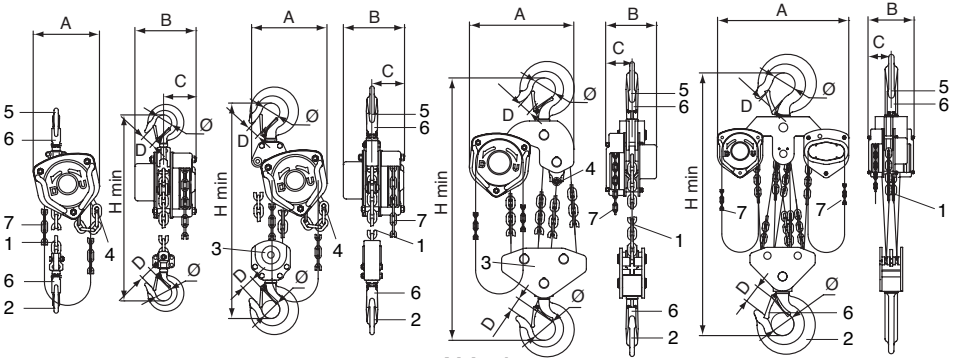
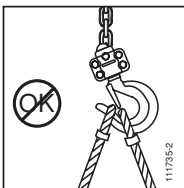

Abb. 1
Abb. 2
Der tralift™-Flaschenzug wird mit einer Lastkette (Pos. 1, Abb. 1) und einer Handkette (Pos. 7, Abb. 1) für eine Standardhubhöhe von 3 Metern geliefert.
Die Lastkette besteht aus einem oder mehreren Kettensträngen (siehe Kap. 2 technische Daten) mit einem Lasthaken auf der Lastseite (Pos. 2, Abb. 1), während das andere Ende der Lastkette (Leertrumseite) an einer am Gerät befestigten Auslaufsicung (Pos. 4, Abb. 1) befestigt ist.
3. Den einwandfreien Zustand der Haken (Pos. 2, Abb. 1) und Sicherheitsklappen (Pos. 6, Abb. 1) prüfen.
4. Sicherstellen, dass das Ende der Leertrumseite der Lastkette an der Auslaufsicherung des Gerätes (Pos. 4, Abb. 1) befestigt ist.
1. Überprüfen, daß der tralift™ Hebelzug korrekt am Gerätehaken (Pos. 5, Abb. 1) angeschlagen und die Sicherungsklappe des Gerätehakens (Pos. 6, Abb. 1) geschlossen ist (siehe Abb. 2 und 3).
1. Das Anschlagmittel für die Last muß im Hakenrund liegen und darf das Schließen der Sicherheitsklappe nicht behindern (siehe Abb. 2 und 3).